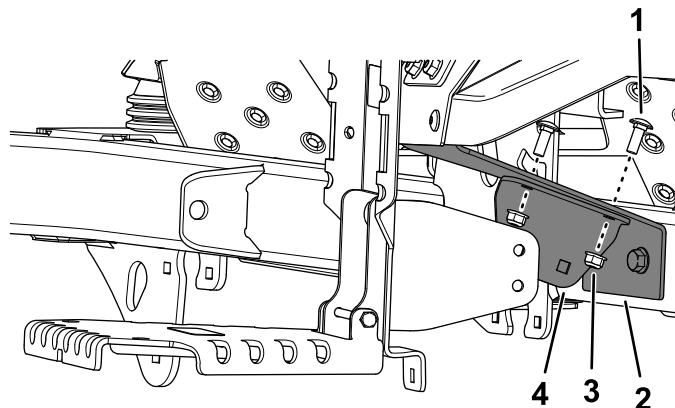

Рисунок 9
4. Закріпіть внутрішній опорний кронштейн на підвісці опорного кронштейна, використовуючи 2 каретних гвинта (5/16 x 7/8 дюйма) та 2 гайки (5/16 дюйма), як показано на рисунку Рисунок 9.